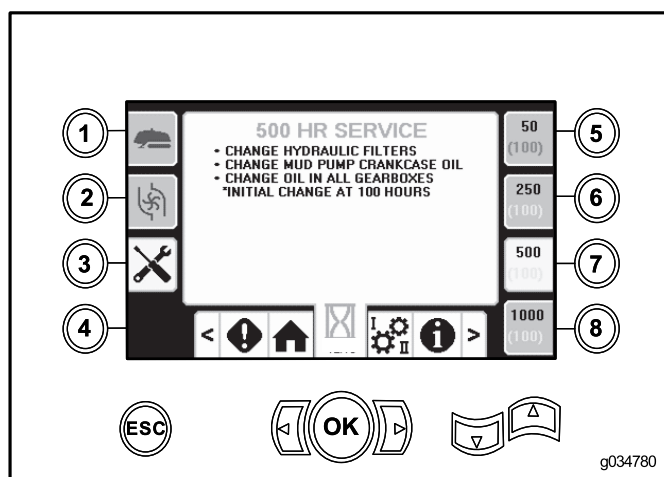

Figura 8
- Botão 7 – programação de manutenção de 500 horas (Figura 8)